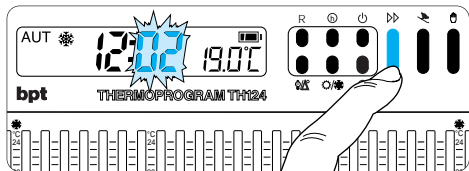

Fig. 16
**5.2** - Premere il pulsante  $\gg$  (fig. 16) sino a che